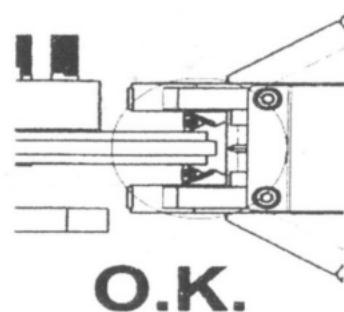

Рисунок 27
4. При необходимости подложите шайбу между универсальным кронштейном и отверстием для крепления тормозного суппорта (рис.27), чтобы достигнуть совпадения оси установки блока проточки CL-801 с центральной линией тормозного диска.
5. На рис.27 изображена правильная установка. Избегайте ошибок, показанных на рис.26.